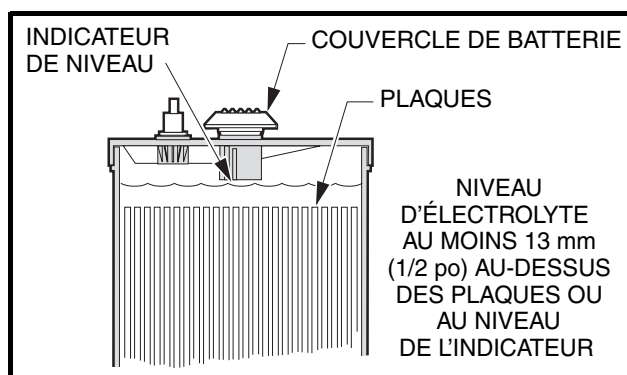

Figure 29 Niveau d'électrolyte de la batterie d'un véhicule électrique
2. Le niveau d'électrolyte des batteries doit être vérifié toutes les semaines (**Figure 29**). Ajouter de l'eau uniquement après la charge sauf si le niveau d'électrolyte se trouve au-dessous du haut des plaques. Dans ce cas, ajouter juste assez d'eau pour couvrir les plaques, recharger, puis vérifier de nouveau le niveau. Ne jamais charger les batteries si les plaques sont exposées au-dessus du niveau d'électrolyte. Pour une durabilité maximale, n'ajouter que de l'eau distillée.